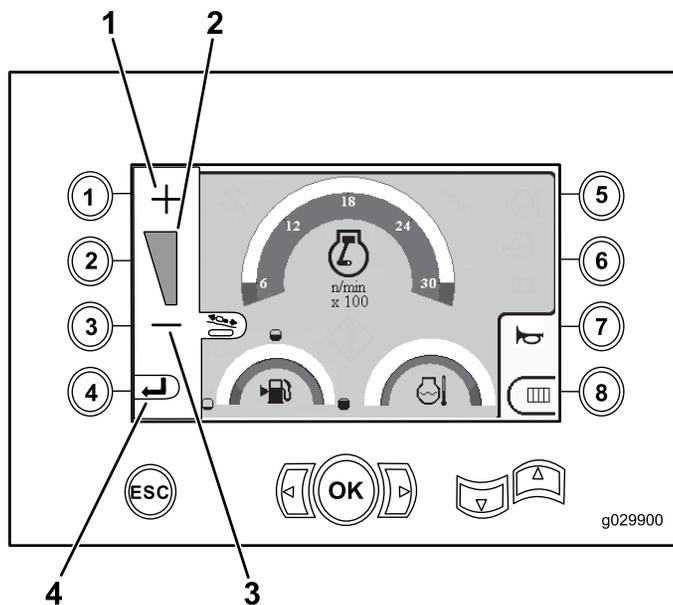

Figura 5
1. Pressione o botão 1 para aumentar a saída de empuxo, ou o botão 3 para reduzir a saída de empuxo da máquina (Figura 5).
2. Após ajustar a saída de empuxo, pressione o botão 4 (Figura 5) para retornar à Tela principal de operação \(página 1\) ou à Principais funções de perfuração exibidas na tela de pressões \(página 2\).